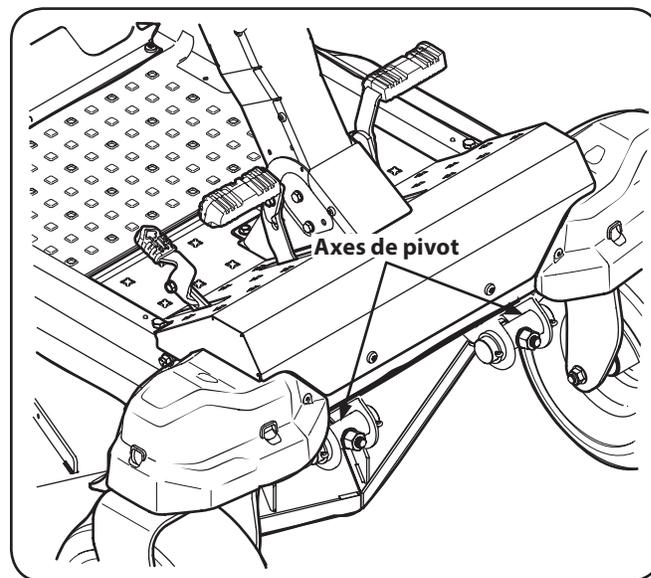

Figure 6-8
5. Pour relever le devant du plateau de coupe, desserrez les écrous autobloquants à l'avant des axes de pivot à l'aide d'une clé. Ensuite, serrez les contre-écrous situés à l'arrière des axes de pivot pour relever le devant du plateau de coupe et le maintenir en place. Voir Figure 6-8.
6. Pour abaisser le devant du plateau de coupe, desserrez les contre-écrous à l'arrière des axes de pivot à l'aide d'une clé. Ensuite, serrez les écrous autobloquants à l'avant des axes de pivot pour abaisser le devant du plateau de coupe et le maintenir en place. Voir Figure 6-8.